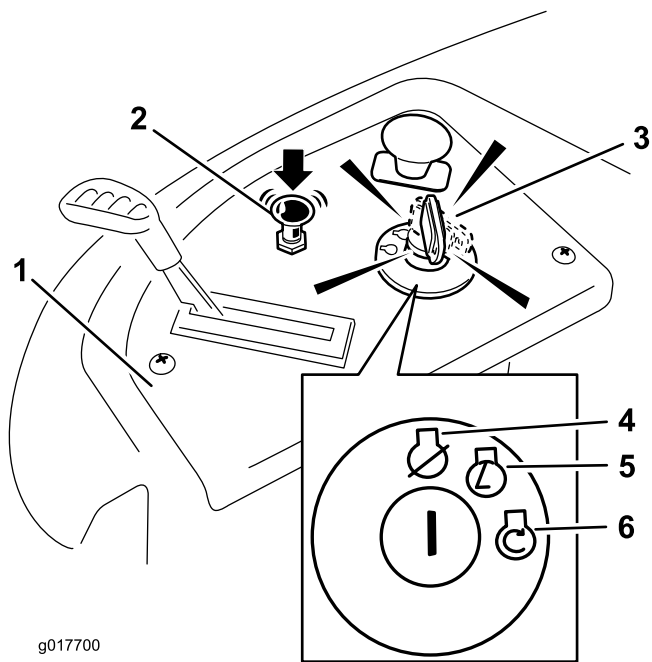

Figure 14
5. Tournez la clé de contact en position de démarrage pour activer le démarreur. Relâchez la clé quand le moteur démarre (Figure 14).
- Lorsque le moteur démarre, appuyez sur la commande de starter (Figure 14). Si le moteur cale ou hésite, tirez la commande de starter et faites tourner le moteur quelques secondes. Appuyez ensuite sur la commande de starter. Répétez l'opération si nécessaire.
3. Tournez la clé de contact à la position contact coupé (Figure 14) et enlevez-la.